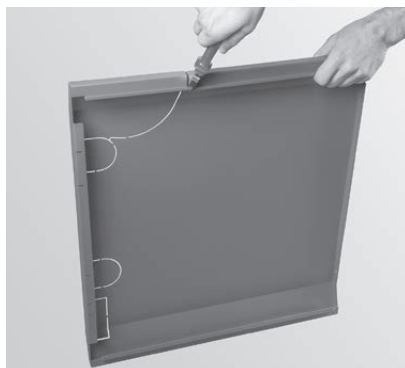

Fig. 73 Staccare la prepunzonatura solo se il raccordo gas combustivi è rivolto verso l'alto
- ▶ Se il raccordo gas combustivi è rivolto verso l'alto, staccare la prepunzonatura nel coperchio del rivestimento – Fig. 73.